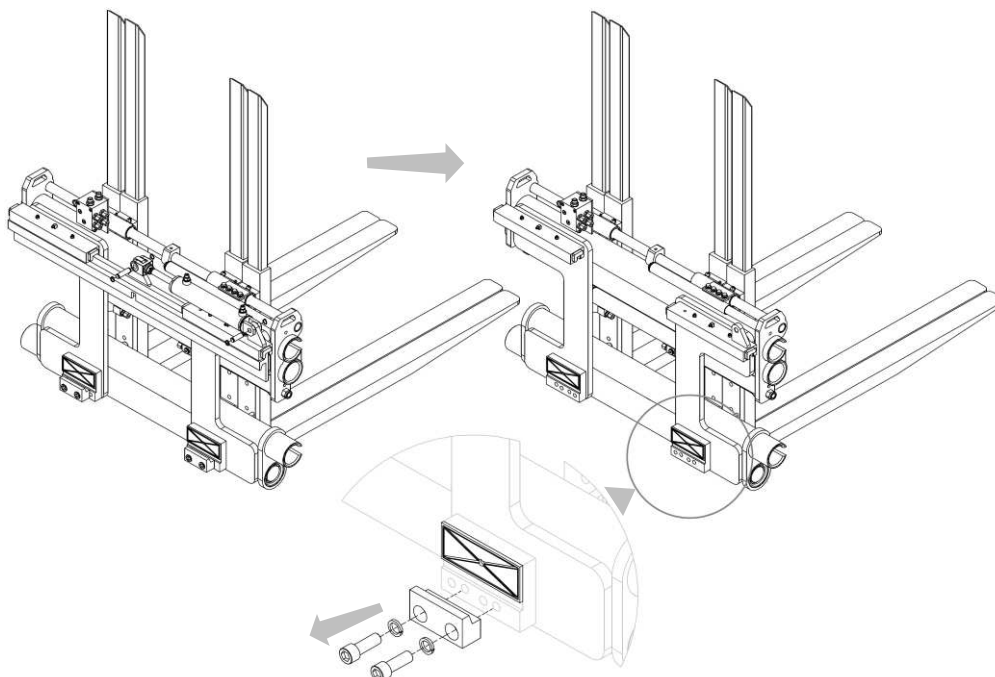

Figura 4
6. Retire los ganchos inferiores del equipo y engrase las chavetas / rodillos deslizantes (mira Figura 4).